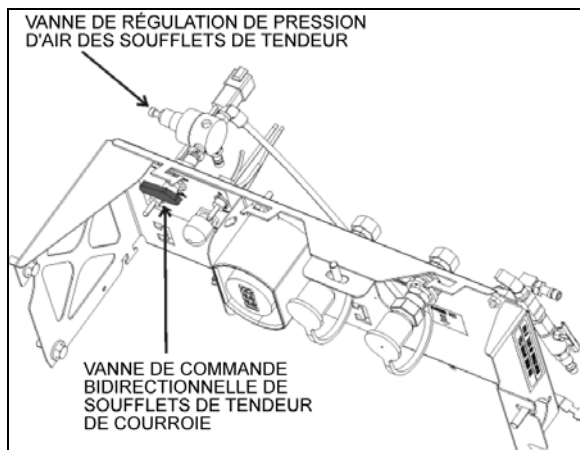

FIGURE 27: SOUPAPE DE COMMANDE DU TENDEUR DE COURROIE – SÉRIE H
2. Pour les véhicules équipés d'un troisième alternateur, la tension de la courroie est aussi appliquée grâce à un soufflet pneumatique (Figure 25). Tourner la soupape de commande à deux voies du tendeur de courroies dans le sens antihoraire pour libérer la pression du soufflet (Figure 27).
Pour les véhicules de la série H équipés d'un 3^e alternateur, (Figure 25) la tension de la courroie est aussi appliquée grâce à un soufflet pneumatique ajusté par un régulateur de pression d'air (Figure 27). La pression adéquate de 45 psi est réglée en usine. Vérifier
La tension de la courroie est appliquée grâce à un soufflet pneumatique qui est ajusté par un régulateur de pression d'air (Figure 27). La pression adéquate de 45 psi est réglée en usine. Vérifier périodiquement la pression du régulateur avec un manomètre et corriger au besoin.